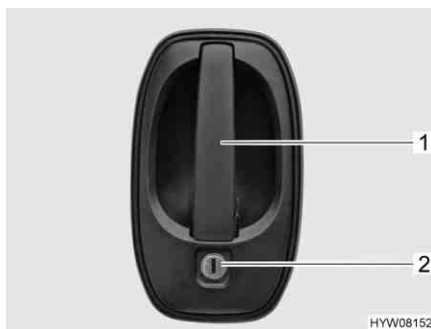

Fig. 35 Serratura porta di ingresso, esterno (con chiusura centralizzata)
- Inserire la chiave nel cilindro della serratura (Fig. 35,2) e ruotare fino a quando la serratura della porta si sblocca.
- Tirare la maniglia della porta (Fig. 35,1). La porta è aperta.
- Inserire la chiave nel cilindro della serratura (Fig. 35,2) e ruotare fino a quando la serratura della porta si blocca.